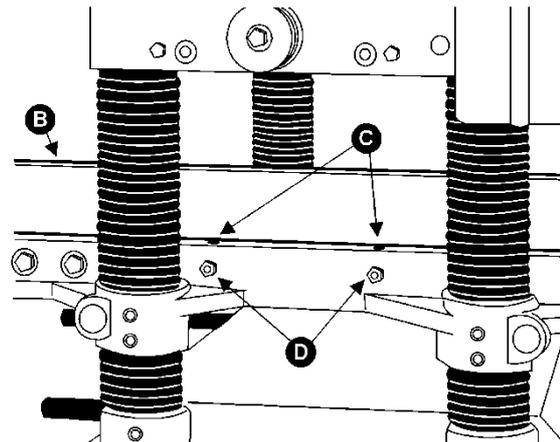

Рис. 15
2. Положите на оба ролика поверочную линейку (B, см. Рис. 15).
3. С одной стороны стола ослабьте установочные винты (C, см. Рис. 15) с помощью шестигранного ключа и вращайте эксцентриковые валы (D, см. Рис. 15), чтобы поднять или опустить ролики.
4. После достижения требуемой высоты, затяните установочные винты (C, см. Рис. 15).